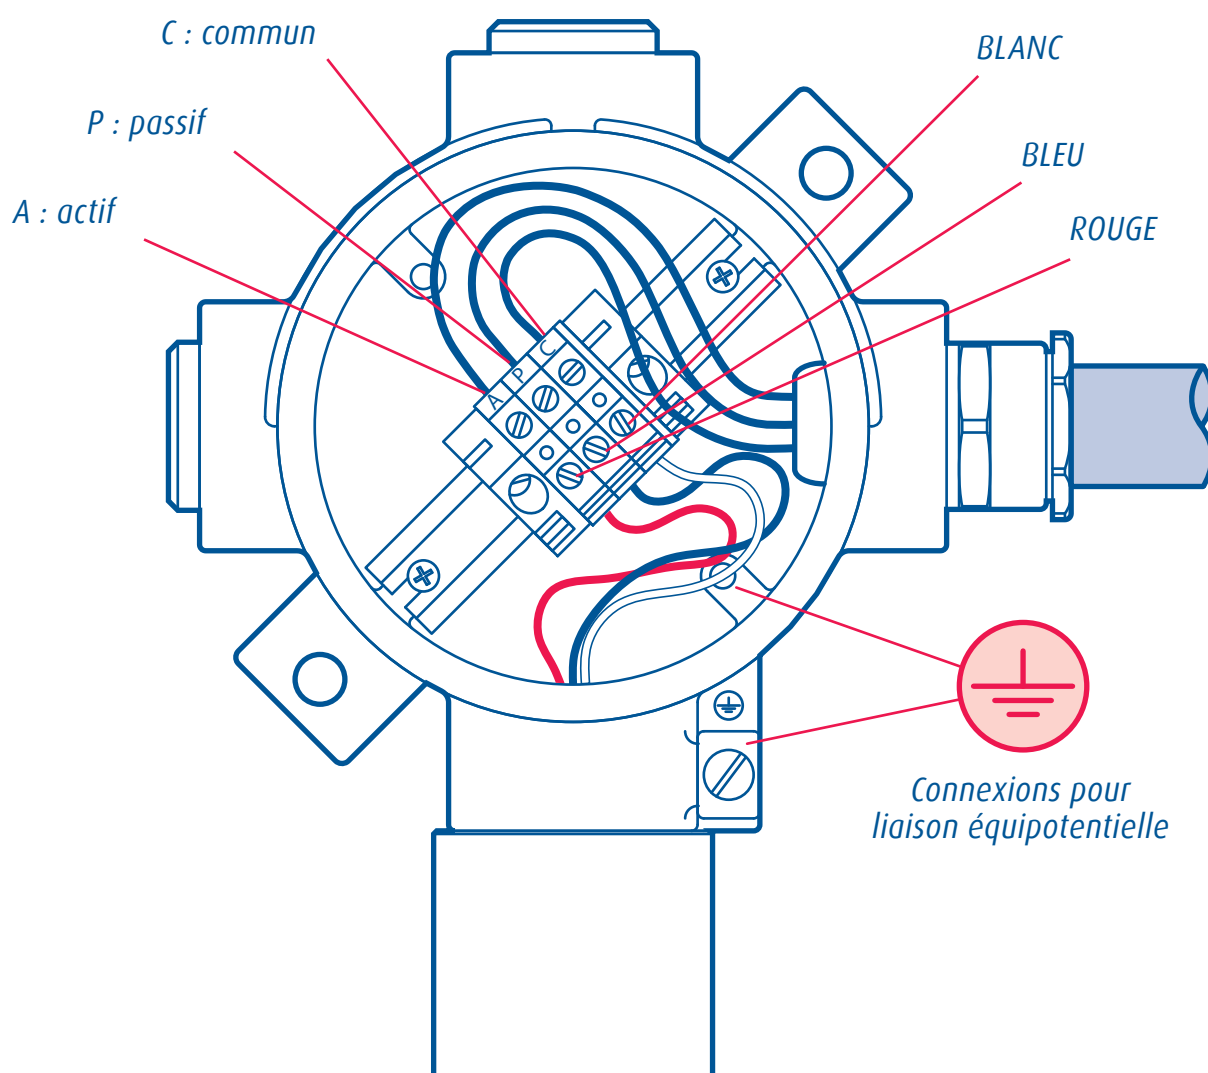

Figure 5 : raccordement
- Raccordez les conducteurs d'après la figure 5 ci-dessous.
- Raccordez les conducteurs de la tête de détection au bornier APC (figure 5) :